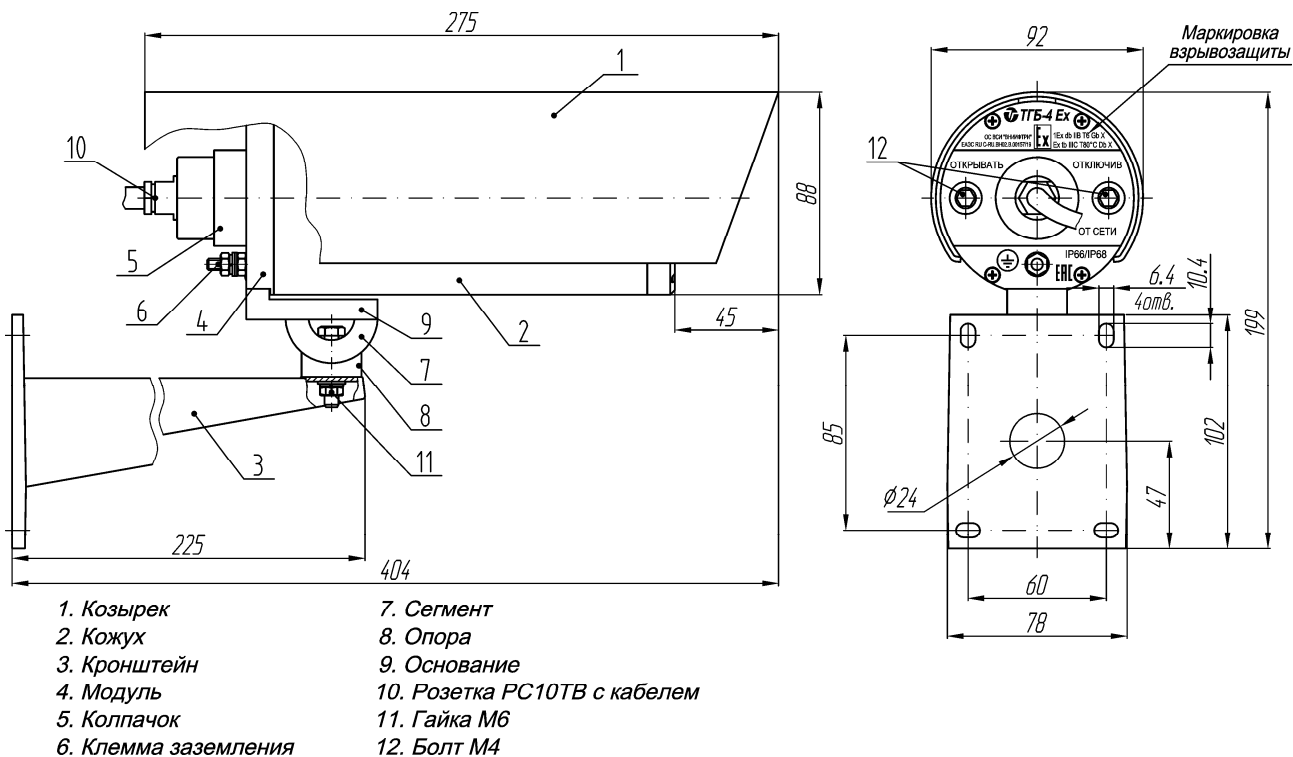
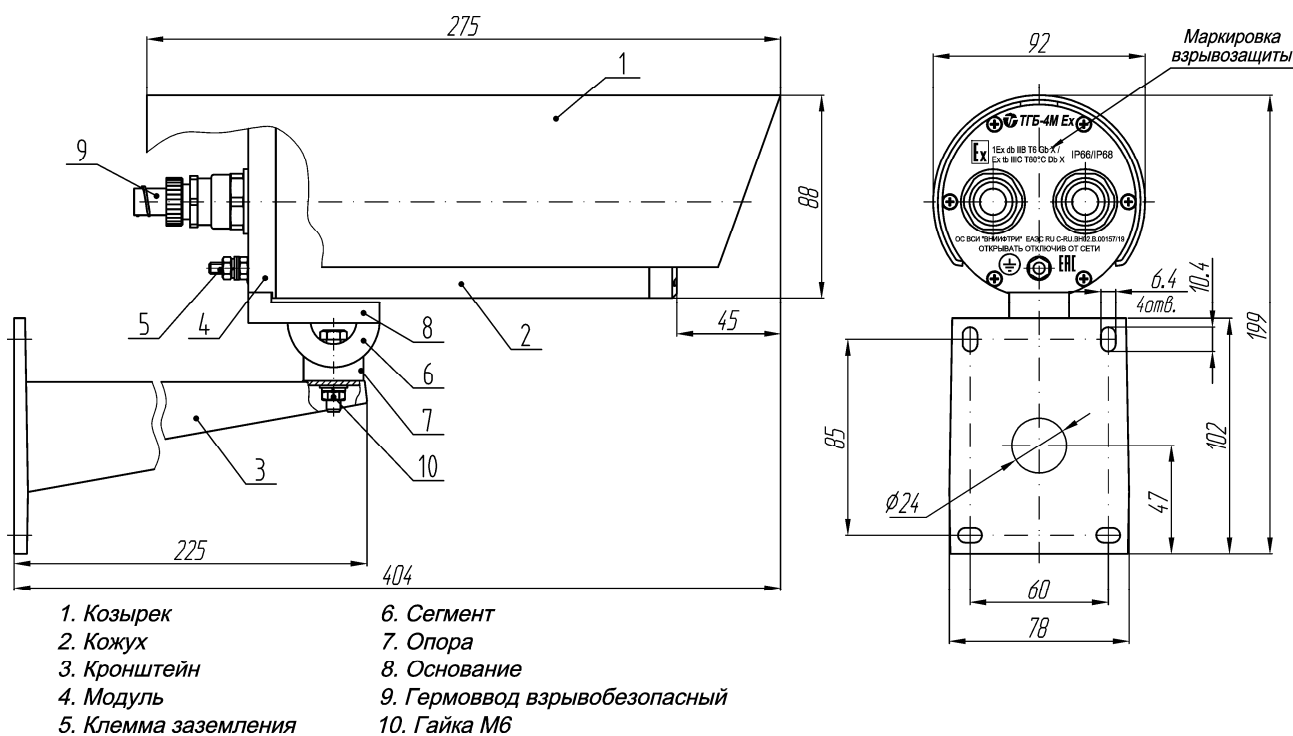
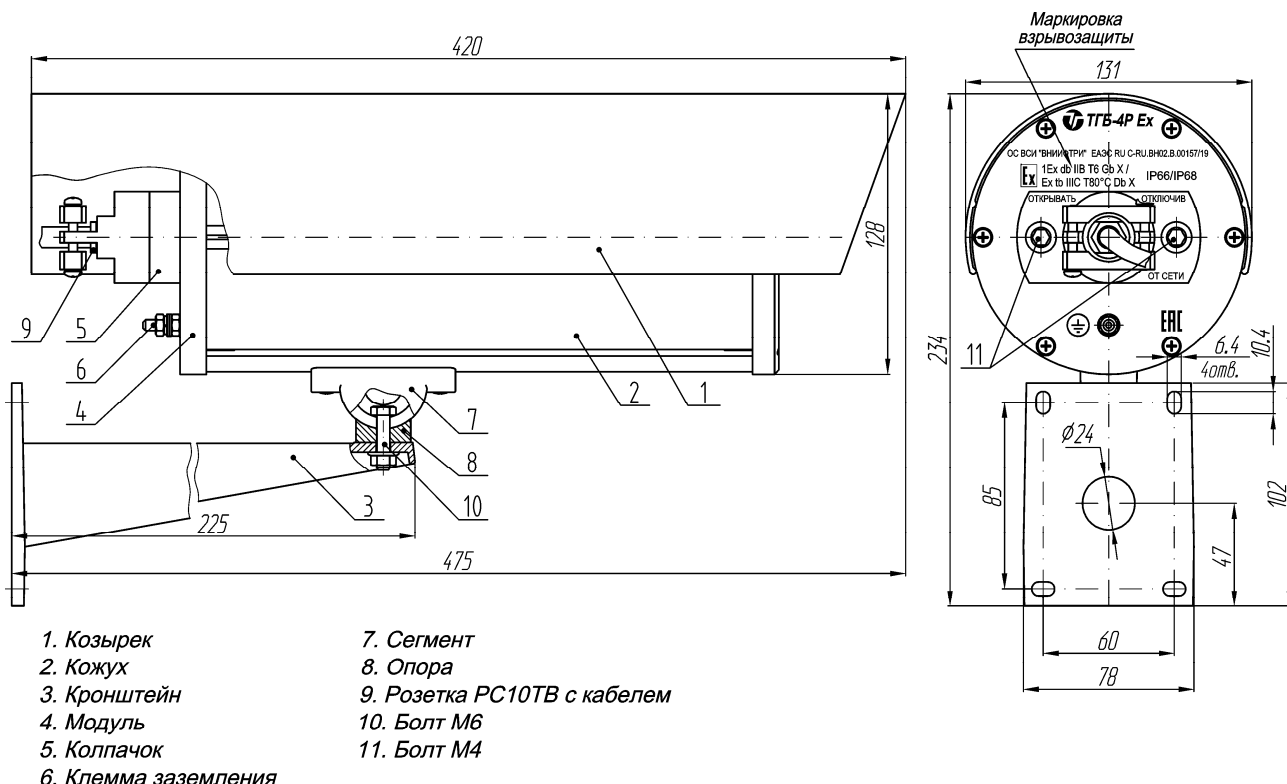
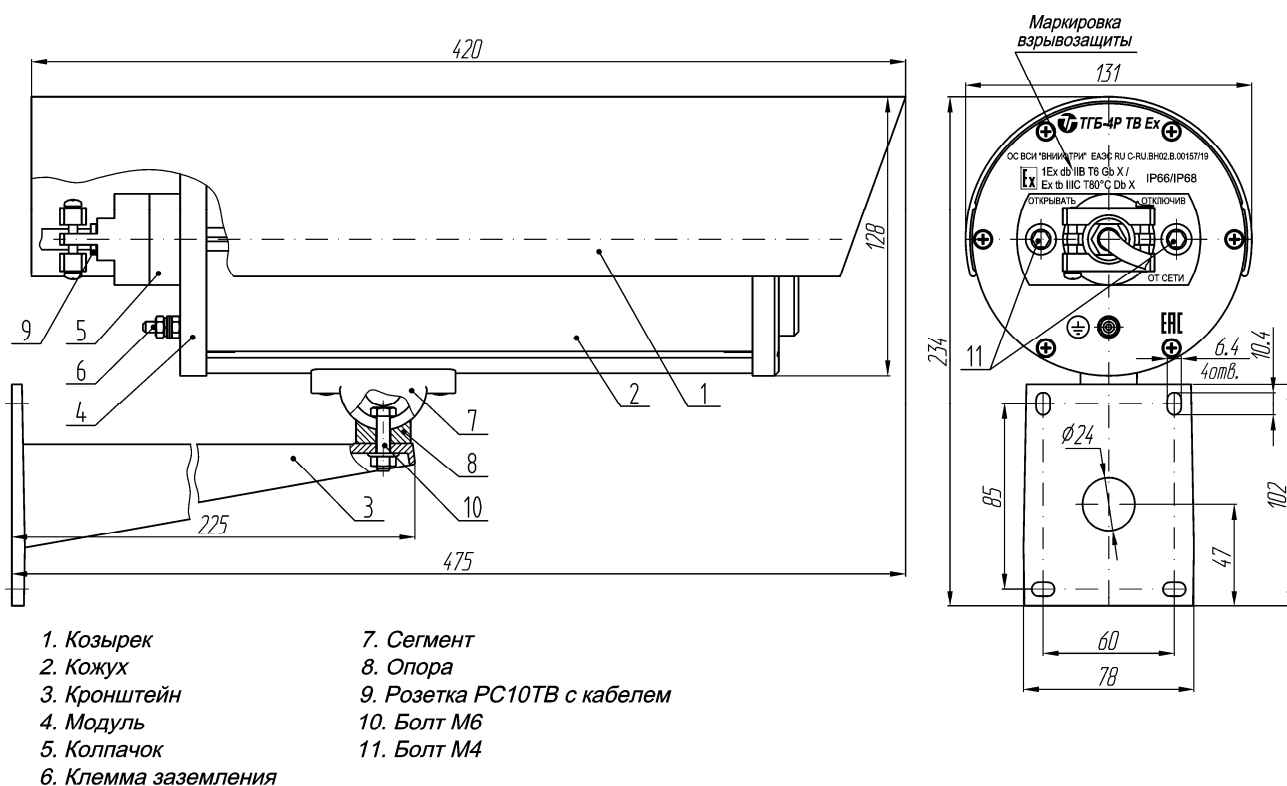

Рис.1 Общий вид термокожухов ТГБ-4 Ex, ТГБ-4 Ex IIC
Рис.2 Общий вид термокожуха ТГБ-4М Ex, ТГБ-4М Ex IIC
Рис.3 Общий вид термокожуха ТГБ-4Р Ex, ТГБ-4Р Ex IIC
Рис.4 Общий вид термокожуха ТГБ-4Р TB Ex, ТГБ-4Р TB Ex IIC
1.9.3. На задней крышке термокожухов, входящей в состав модуля (поз.4 рис.1...6), установлены один разъем РСГ10ТВ (ТГБ-4 Ех, ТГБ-4Р Ех, ТГБ-4Р ТВ Ех, ТГБ-4 Ех ИС, ТГБ-4Р Ех ИС, ТГБ-4Р ТВ Ех ИС) или 2 гермовода с категорией взрывозащиты не хуже 1Ех d ИС Х, с защитой от воспламенения горючей пыли DIP A21 (ТГБ-4М Ех, ТГБ-4Г Ех, ТГБ-4Г ТВ Ех, ТГБ-4М Ех ИС, ТГБ-4Г Ех ИС, ТГБ-4Г ТВ Ех ИС), с помощью которых осуществляется подача питающего напряжения на термокожух, видеокамеру, тепловизор, ИК-прожектор или другое электронное оборудование и съем видеосигнала с выхода видеокамеры.
Для обеспечения взрывозащиты соединения блочной части разъема РСГ10ТВ и кабельной розетки РС10ТВ с патрубком, закрывается колпачком (поз.5 рис.1, 3, 4).
1.9.4. Крепление термокожуха осуществляется с помощью кронштейна (поз.3 рис.1...6).
1.9.6. Для защиты стекла от осадков и ограничения засветки солнечным светом и осветителями служит козырек (поз.1 рис.1...6), укрепленный сверху на корпусе термокожуха. В зависимости от поля зрения видеокамеры или установленного угла освещения ИК-прожектора козырек может быть перемещен вперед или назад так, чтобы не ограничивать поле зрения или угол освещения.
Длина кабеля определяется потребителем и указывается в заказе. Защита места присоединения разъема в термокожухах ТГБ-4 Ех, ТГБ-4Р Ех, ТГБ-4Р ТВ Ех, ТГБ-4 Ех ПС, ТГБ-4Р Ех ПС и ТГБ-4Р ТВ Ех ПС обеспечивается колпачком (поз.5 рис.1, 3, 4), устанавливаемым на заднюю крышку модуля (поз.4 рис.1, 3, 4) и закрывающим патрубок разъема (поз.10 рис.1 или поз.9 рис.3, 4). Колпачок должен быть заполнен герметиком из поставляемого комплекта через отверстия в верхней части, которые закрываются стопорными винтами.
1.10.6. Для защиты персонала от поражения электрическим током на задней крышке модуля термокожухов предусмотрена клемма заземления (поз.6 рис.1, 3, 4 или поз.5 рис.2, 5, 6), обозначенная знаком $\oplus$, которую при установке на месте эксплуатации, необходимо соединить с шиной заземления.
3.1.3.1. Отвернуть два болта М4 (поз.12 рис.1 для ТГБ-4 Ех, ТГБ-4 Ех ПС или поз.11 рис.3 для ТГБ-4Р Ех, ТГБ-4Р Ех ПС, рис.4 для ТГБ-4Р ТВ Ех, ТГБ-4Р ТВ Ех ПС), крепящие колпачок (поз.5 рис.1, 3, 4). Продеть шнур с
3.1.3.3. Произвести разметку кабеля и подготовку отверстий для крепления кронштейна на стене в соответствии с крепежными размерами, указанными на рис.1, 3, 4. Закрепить кронштейн с помощью 4 шурупов или винтов диаметром не менее 5 мм и не более 6 мм.
3.1.3.4. Установить термокожух на кронштейне и закрепить его гайкой М6 (поз.11 рис.1 для ТГБ-4 Ех, ТГБ-4 Ех ПС или болтом М6 поз.10 рис.3 для ТГБ-4Р Ех, ТГБ-4Р Ех ПС, рис.4 для ТГБ-4Р ТВ Ех, ТГБ-4Р ТВ Ех ПС), не затягивая ее.
3.1.3.9. С помощью ключа затянуть гайку М6 (поз.11 рис.1 для ТГБ-4 Ех, ТГБ-4 Ех ПС) или болт М6 (поз.10 рис.3 для ТГБ-4Р Ех, ТГБ-4Р Ех ПС, рис.4 для ТГБ-4Р ТВ Ех, ТГБ-4Р ТВ Ех ПС) крепления термокожуха на кронштейне.